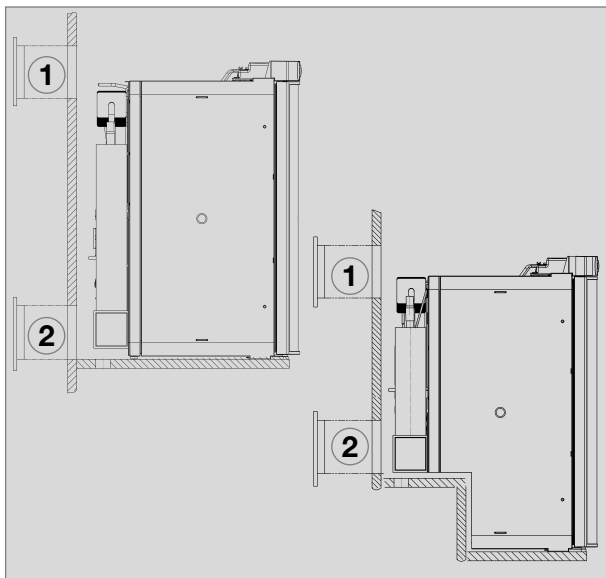

Fig. 16
**Il est recommandé d'installer la grille d'aération supérieure le plus haut possible, au-dessus du condensateur (1, Fig. 16). La grille de ventilation inférieure doit être à fleur du plancher du véhicule (Fig. 16,17), afin que le gaz non brûlé (le gaz étant plus lourd que l'air) puisse être directement acheminé à l'air libre.**